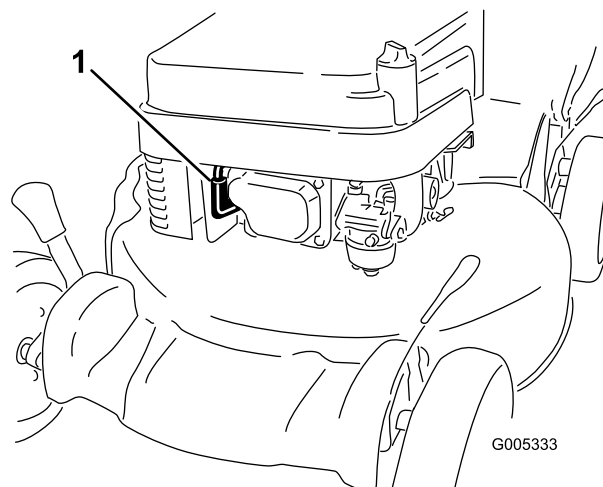

Figura 11
1. Conecte el cable de la bujía (Figura 11).